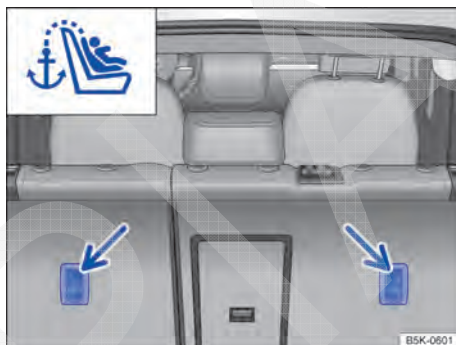

Fig. 28 Olhais de retenção para o cinto de fixação superior no lado de trás do banco traseiro.
- Enganchar o cinto de fixação superior no compartimento de bagagem, no respectivo olhal de retenção denominado como Top Tether → Fig. 28.